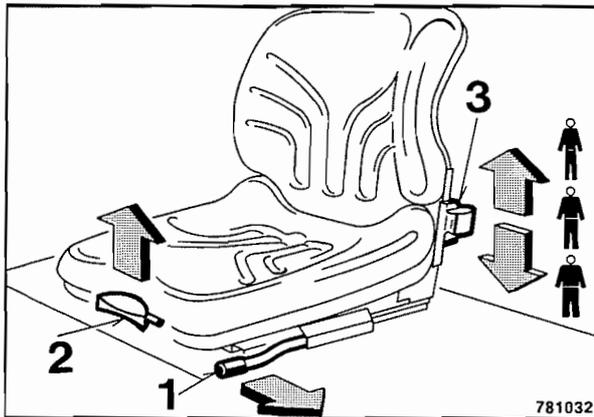

Fig. 45
- Para ajustar el asiento en sentido longitudinal hay que sacar la palanca 1 (Fig. 45) y desplazar el asiento hacia delante o atrás.
- Para ajustar el peso hay que ajustar la palanca (3).
- Para ajustar la inclinación del respaldo hay que accionar la palanca (2) e inclinar el respaldo hacia delante o atrás.